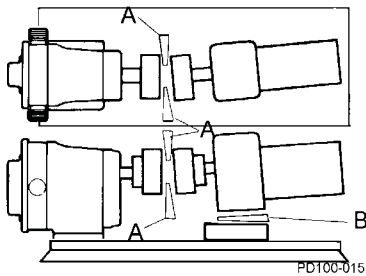

Figura 19 - Comprobación de la alineación angular
1. Con el uso de calibradores planos o cónicos (Figura 19, renglones A y B), compruebe la alineación en cuatro puntos separados 90 grados en la periferia del acople; ajuste el acople para una misma holgura en los cuatro puntos.